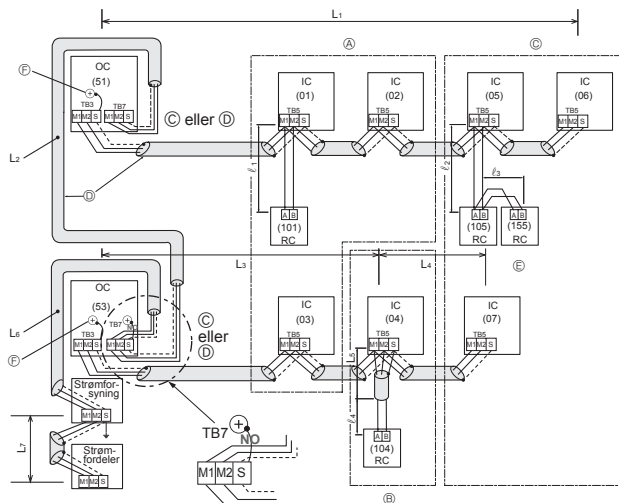

Fig. 6-2
■ M-NET fjernstyring (Fig. 6-2)